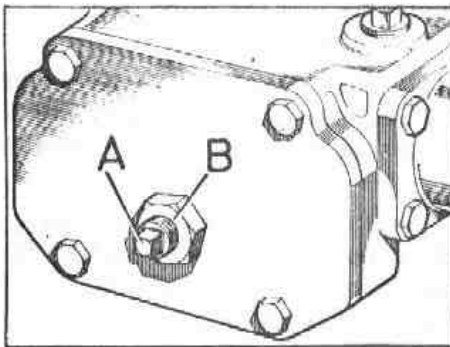

Fig. G-45 Tornillo de ajuste de la caja de dirección
- 3.14. Situar la dirección en la posición correspondiente a ruedas delanteras alineadas con las traseras, punto medio del recorrido entre las posiciones extremas, y atornillar el ajustador, A (Fig. G-45) con la mano hasta que no exista ningún juego longitudinal entre el tornillo de ajuste y el eje de la caja de dirección, apretando seguidamente la contratuerca, B, sin que se mueva el tornillo.